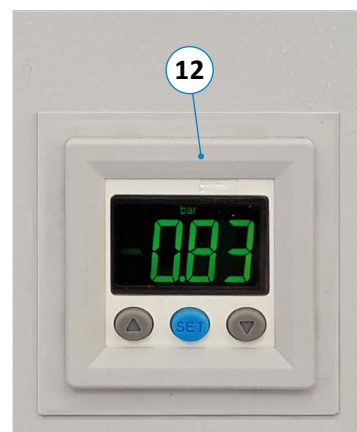

Abbildung 18: Digital-Druckschalter
- Der in ⇒ Abbildung 18 gezeigte Digital-Druckschalter (12) steuert die Vakuumpumpe und zeigt das aktuelle Betriebsvakuum (zwischen 0,3 und 0,9 bar) an. Sinkt der Unterdruck unter 0,25 bar, leuchtet die rote Warnlampe (10) so lange, bis der Druckschalter das Betriebsvakuum wiederhergestellt hat. **Hinweis:** Den Digital-Druckschalter nicht via Tastatur verstellen, er wurde bereits werksseitig optimal an das System angepasst.